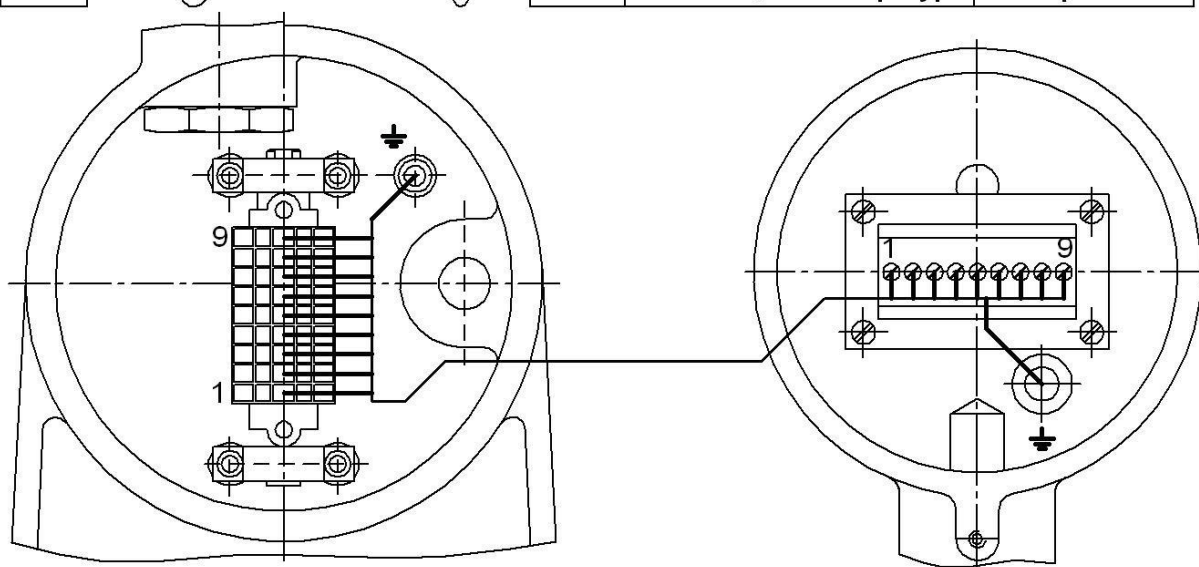

Рисунок 2.10 – Схема подключения выносного трансмиттера
- Выполнить подключения в соответствии со схемой подключения (рис.2.10 – 2.14);